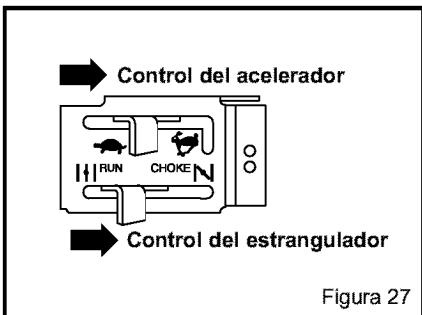

Figura 27
2. Mueva el control del acelerador hacia arriba para incrementar la velocidad del motor, o hacia abajo para aminorarla (ver la Figura 27).